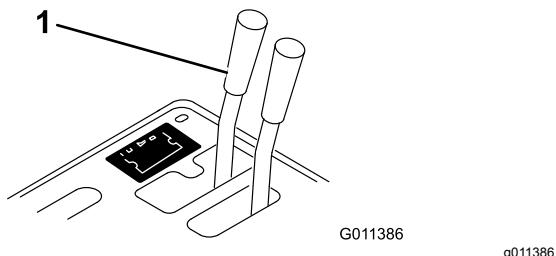
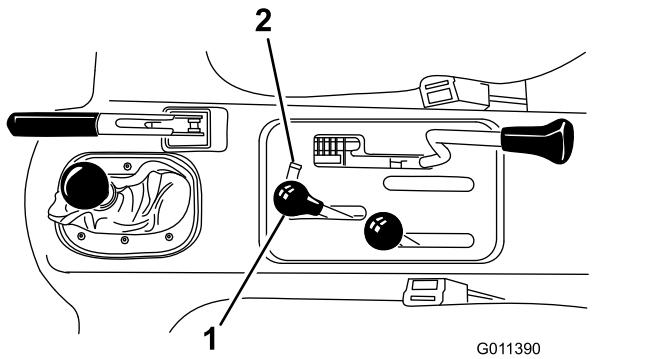

Figura 14
Figura 15
1. Sui veicoli con numeri di serie precedenti a 239999999, spostate la maniglia della valvola idraulica a distanza (Figura 14) in posizione di flottazione e sui veicoli con numeri di serie a partire da 240000001 spostate la leva di sollevamento idraulico (Figura 15) avanti e indietro per eliminare la pressione dal sistema e favorire il distacco degli attacchi rapidi.